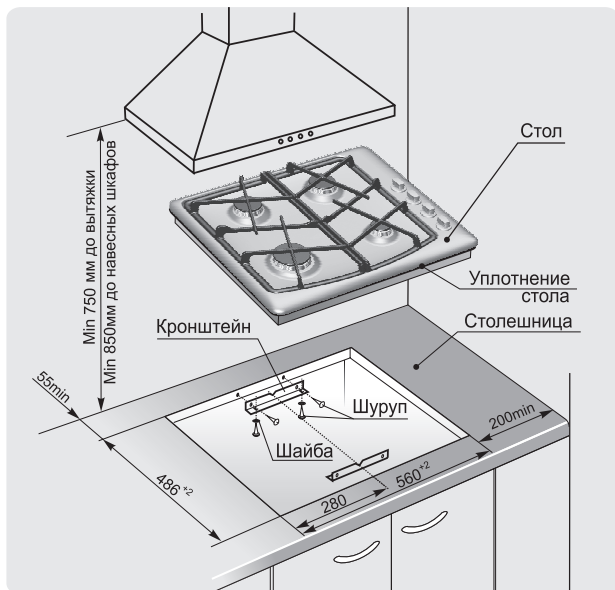

Рис.2 МОДЕЛЬ СН2111
1. Точно разметить на столешнице контур проема под встраиваемый стол в соответствии с рис.2, 3, 4.